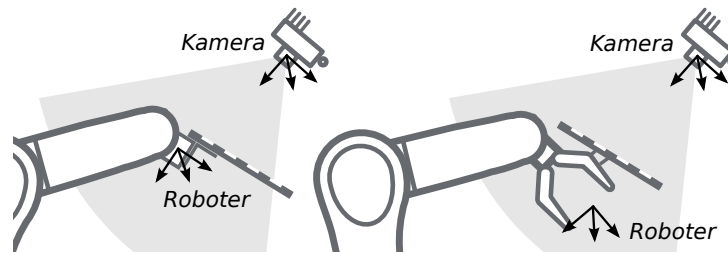

Abb. 6.22: Alternative Montageoptionen für die Befestigung des Kalibrieramusters am Roboter
6.21 und Abb. 6.22 angegeben, angebracht werden.
Bemerkung: Für das Modul zur Hand-Auge-Kalibrierung spielt es keine Rolle, wie das Kalibriermuster in Bezug auf das benutzerdefinierte *Roboter*-Koordinatensystem genau angebracht und positioniert wird. Das bedeutet, dass die relative Positionierung des Kalibrierhalters zu diesem Koordinatensystem weder bekannt sein muss, noch für die Kalibrierroutine relevant ist (siehe in Abb. 6.22).